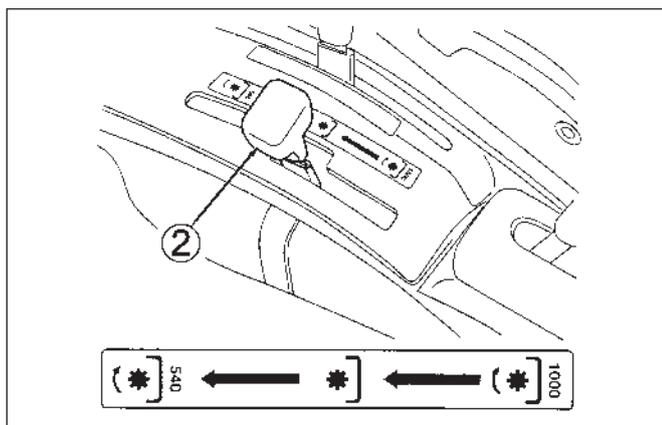

FIG. 5-25
**Pour sélectionner la prise de force arrière – Fig. 5-25:** Assurez-vous que l'interrupteur de prise de force est sur OFF et puis déplacez vers l'arrière le levier de sélection de prise de force arrière, 2, à la position « 540 t/min. » ou vers l'avant à la position « 1000 t/min » pour engager la prise de force.